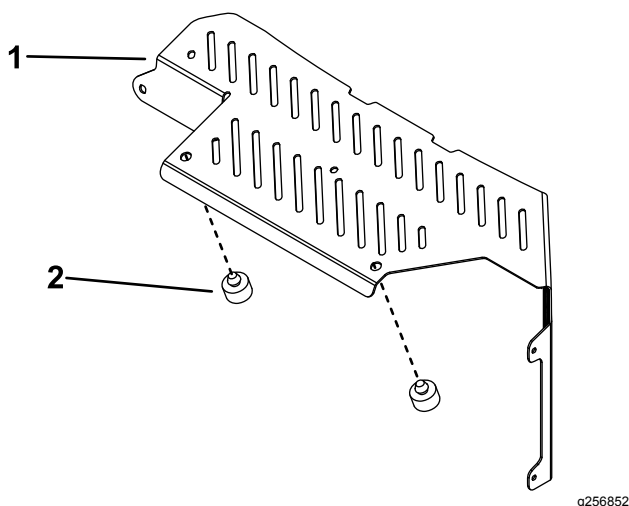

Figure 8
2. Montez les 2 butées sur l'écran pare-chaueur (Figure 8).